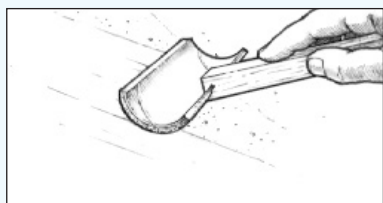

Figure 31 Finir la couche en passant légèrement un rouleau en mousse sur l'époxy frais.
8. Après l'application de chaque mélange, passez légèrement sur l'époxy non durci un rouleau en mousse, avec des coups longs et uniformes se chevauchant pour effacer les irrégularités. Appuyez suffisamment pour lisser les marques et les rides, mais sans excès pour ne pas retirer de matière à l'enduit (*Figure 31*). Alternez pour chaque couche les directions de passage du rouleau, 1ère couche verticale, 2ème couche horizontale, 3ème couche verticale, etc. On peut couper un WEST SYSTEM 800 Roller Cover (rouleau de mousse) en segments pour fabriquer un pinceau à cet usage.